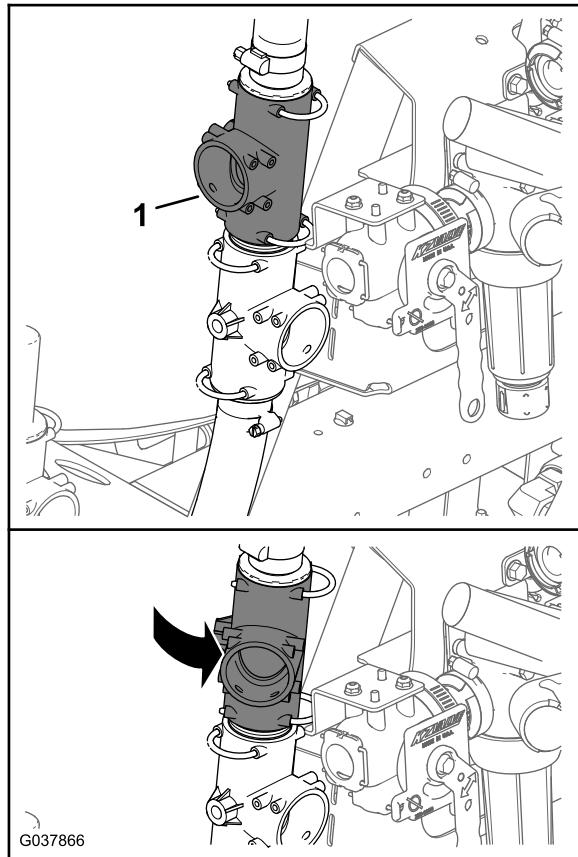

Figura 68
1. Ruotate il raccordo a T superiore di circa 35° in senso antiorario (Figura 68).